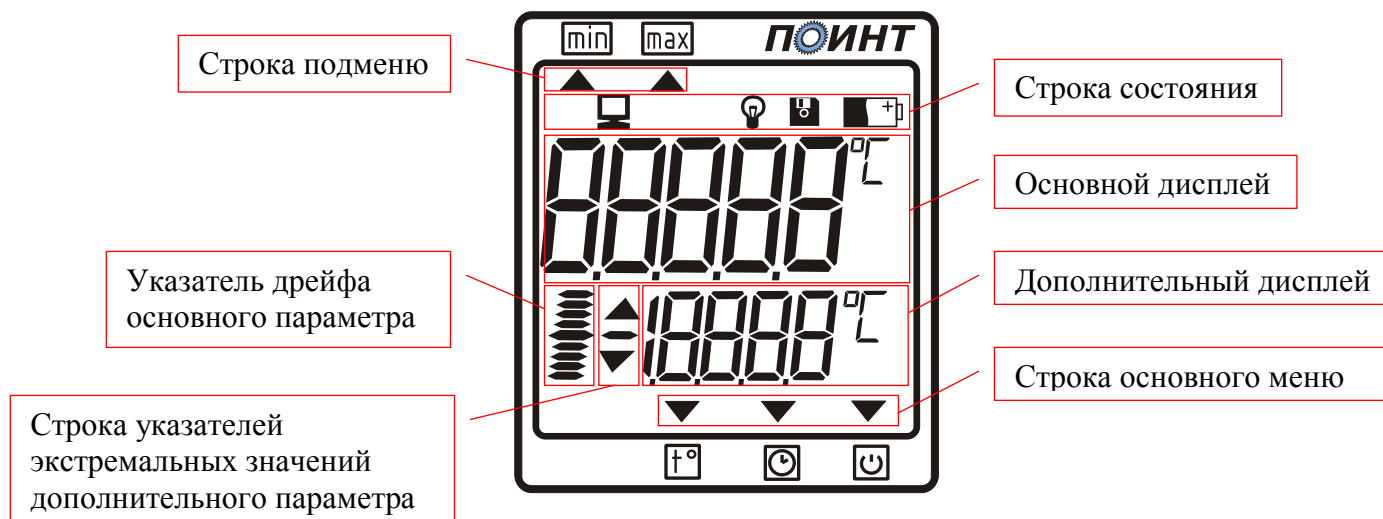

Рис.1
3.2. На лицевой панели измерителя расположен цифровой индикатор (рис.1), служащий для отображения информации и две кнопки управления. В верхней части прибора расположен разъем для подключения датчиков. На задней части измерителя находится батарейный отсек.
4.4. Описание основного дисплея. Измеритель имеет три рабочих режима: режим измерения температуры, режим отображения текущего времени, режим выбора времени работы измерителя. Переключение между этими режимами производится нажатием левой кнопки измерителя. В зависимости от положения указателя «▼», который расположен в строке основного меню (рис.1), можно определить, в каком режиме находится измеритель. Так при положении указателя над значком  прибор будет настроен на режим измерения температуры,  - режим отображения текущего времени,  - режим выбора времени работы измерителя. В зависимости от выбранного режима на основном дисплее отображается текущее значение измеряемого параметра. В режиме отображения текущего времени при нажатии на правую кнопку на индикаторе отображается текущий месяц, число и год. Установка этих параметров приведена в п.7.2 7.2. Длительном нажатии правой кнопки в режиме измерения температуры происходит отображение значения температуры свободных концов термопары.